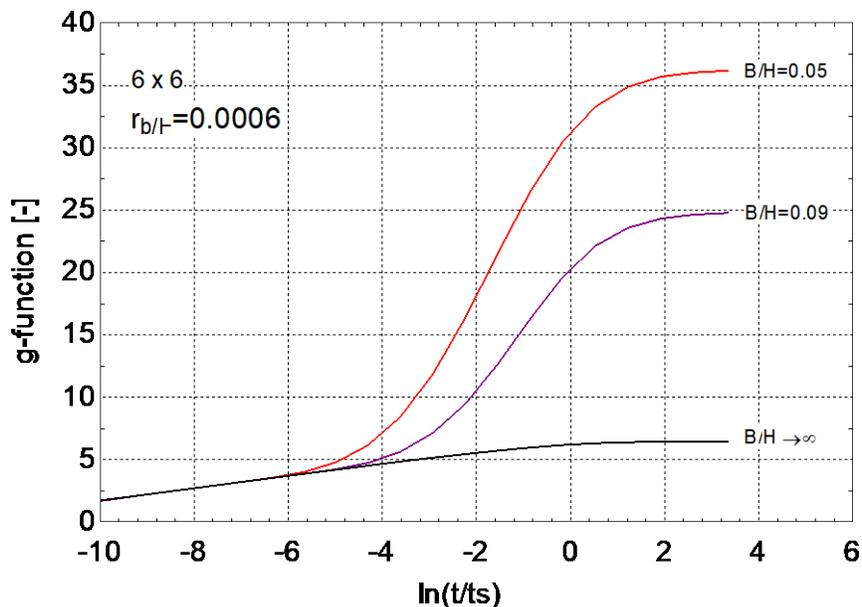

Figure 1.1
- a) En vous servant de la Figure 1.1, calculer la valeur de la pénalité de température,  $T_p$ , pour les 2 cas après 20 ans si le déséquilibre annuel dans le sol est de 10 kW. [2 points]